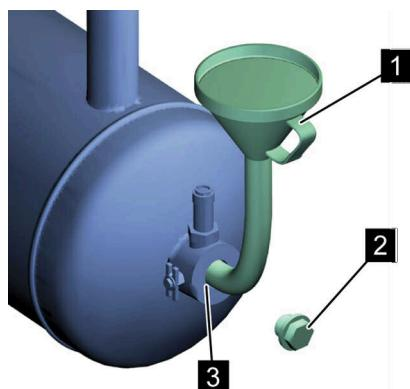

Рис. 36: Заливной штуцер
6. При помощи воронки (Рис. 36/1) залейте охлаждающую жидкость до заливной кромки заливного штуцера (Рис. 36/3).
8. Вставьте резьбовую пробку наливного отверстия (Рис. 36/2) и затяните ее ⇨ *Приложение В «Моменты затяжки винтов» на странице 133*.